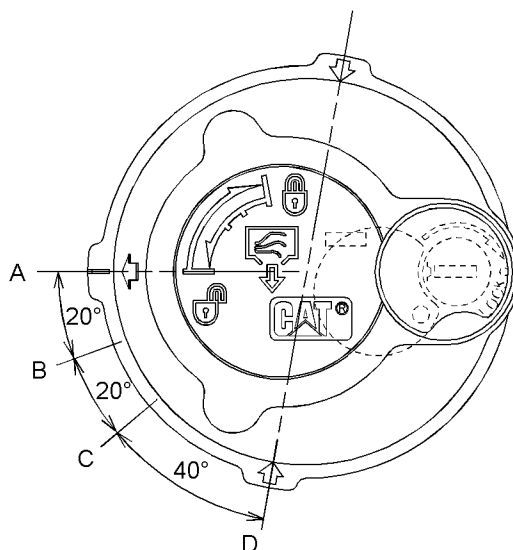

Fig. 395
- (A) Stillingen LÅS
- (B) Stillingen TRYKUDLIGNING - START
- (C) Stillingen TRYKUDLIGNING - SLUT
- (D) Stillingen ÅBEN
3. Aflast det tryk, der kan findes i returhydraulikkredsløbet, ved hjælp af følgende procedure. Se fig. 395 for at få vist påfyldningsdækslets positioner.
- a. Drej påfyldningsdækslet mod uret, uden at påføre nedadgående tryk, og flyt pilen fra position (A) til position (B).
- b. Aflast trykket i mindst 45 sekunder ved at flytte pilen fra position (B) til position (C).
- c. Tryk ned på midten af påfyldningsdækslet. Uden at vippe påfyldningsdækslet flyttes pilen fra position (C) til position (D).
- e. Spænd påfyldningsdækslet fast på hydrauliktanken til position (A).